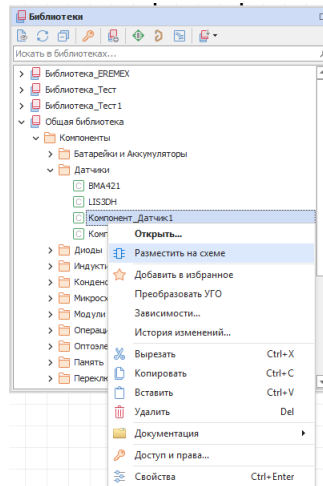

Рис. 38 Размещение компонента на схеме
2. Выбрать в контекстном меню пункт «Разместить на схеме», см. Рис. 38.